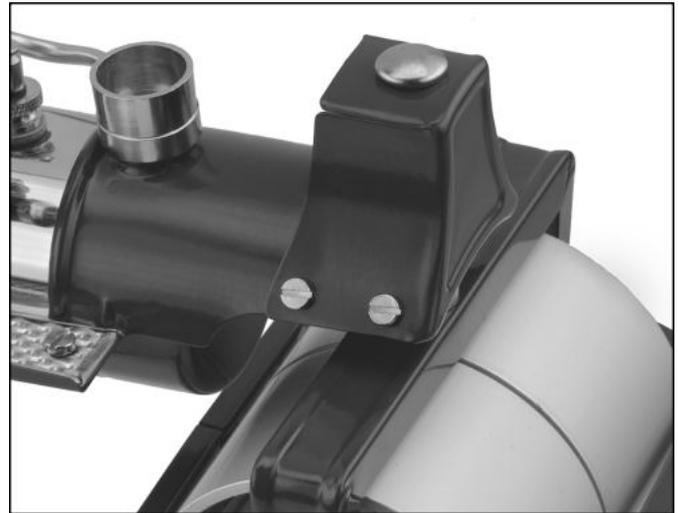

Abb. 30
Den Dorn des Radbügels aus Bauschritt 1 von unten durch das Loch der Kappe stecken (ähnlich Abb. 30). Die beiden kleinen Löcher im Radbügel müssen nach **hinten** zeigen. Sicherungskappe (19) auf den Dorn setzen und festdrücken.